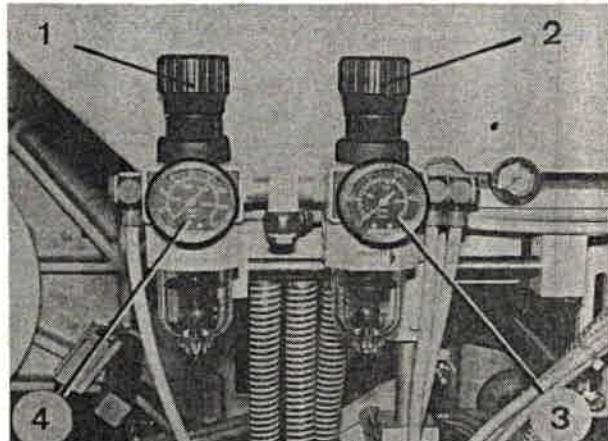

Bild 20
3. Nachdem die Druckluftleitung unter Druck gesetzt ist, durch Drehen der Handräder (Bild 20/1 + 2) am Manometer für Blasluft Hüllenstempel (Bild 20/4) einen Druck zwischen 6 und 8 bar und am Manometer für Blasluft Stempelsauger sowie Druckstück Längsschneidemesser (Bild 20/3) einen Druck von 1,5 und 2,5 bar einstellen.